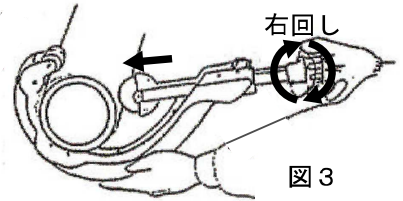

図3
- ④「握り」を右回しして「カッタホイール」が管に少し喰込むまで送り込んで下さい。（図3）